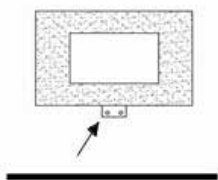

Fig. 5
- Marque la posición de los 2 orificios inferiores para el soporte de fijación inferior pequeño/corto (consulte la Fig. 5, marcada con una punta de flecha) y retire el calefactor.